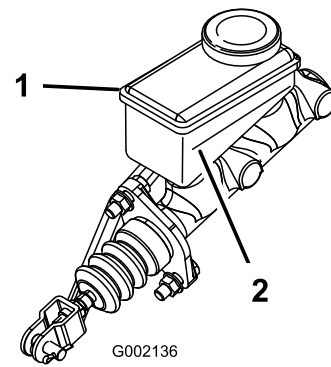

Bild 54
2. Drehen Sie die sekundäre Kupplung (Bild 54), um zu testen, ob Sie sich ungehindert in der NEUTRAL-Stellung dreht.
4. Drehen Sie die sekundäre Kupplung (Bild 54), um zu sehen, ob sie die Hinterräder dreht.
6. Drehen Sie die sekundäre Kupplung (Bild 54), um zu sehen, ob sie die Hinterräder dreht.
2. Lesen Sie den Flüssigkeitsstand am Stutzen an der Seite des Behälters ab (Bild 54).
- B. Füllen Sie DOT 3-Bremsflüssigkeit in den Behälter, bis der Füllstand über der Minimum-Markierung liegt (Bild 54).